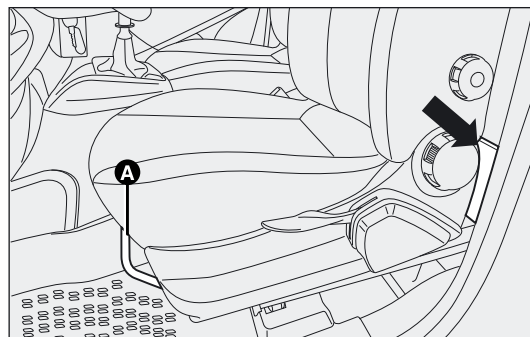

fig. 129
- ☐ voor Cargo-uitvoeringen fig. 129: verplaats de linker voorstoel naar voren door de hendel A omhoog te trekken en pak de gereedschaptas. Plaats de gereedschaptas bij het te verwisselen wiel;